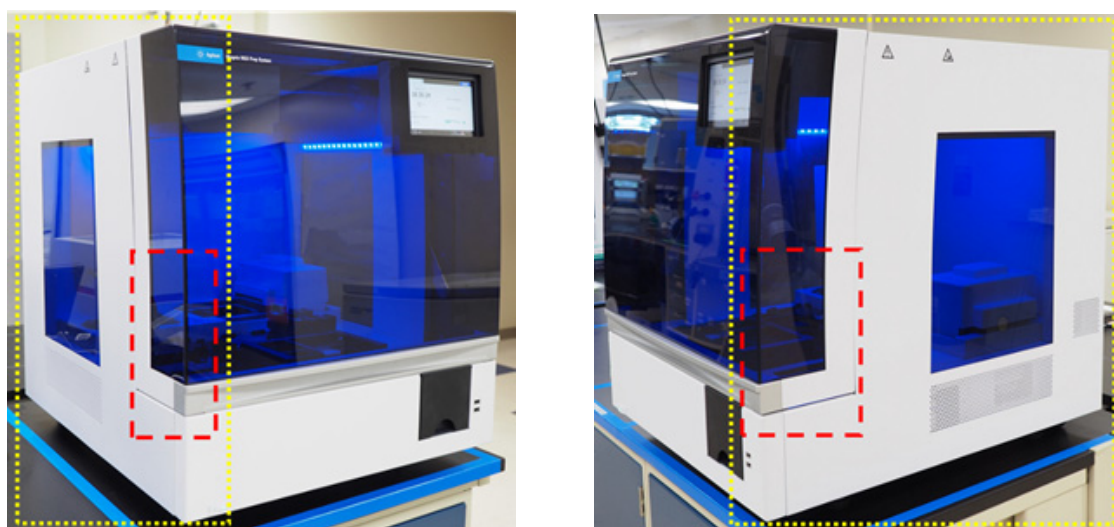

图 29 要擦拭的仪器左右两边的外表面
- c 仪器外部 – 左右两边：**用经过 70% 异丙醇弄湿的实验室擦巾，擦拭图 29 中用黄色勾勒出的仪器的左右两边。用红色勾勒出的区域需要特别注意并仔细清洁，因为这些区域是门在打开和关闭时需要抓握的地方。